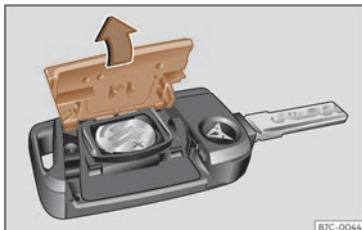

**Fig. 67** Clé du véhicule : ouverture du cache du logement des piles.
- Retirez le couvercle de la partie arrière de la clé du véhicule >>> fig. 67 dans le sens de la flèche >>> ①.
- Placez le couvercle comme indiqué >>> fig. 67, et appuyez-le sur le boîtier de la clé du véhicule dans le sens contraire de la flèche jusqu'à ce qu'il s'encastre.